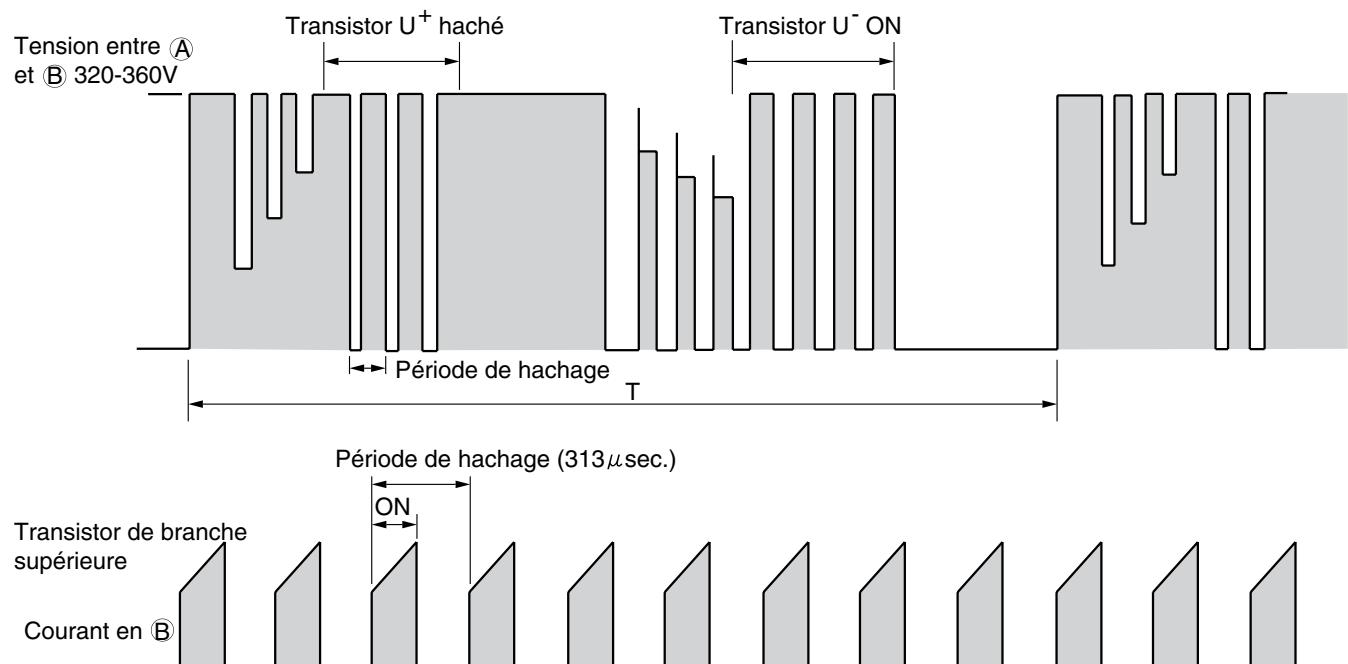

Fig. 3-3 Forme d'onde de la tension en chaque point
- La Fig. 3-3 représente la forme d'onde de la tension à chaque point dans les Fig. 3-1 et 3-4. La première moitié du bras supérieur est coupée et la deuxième est sur ON; la première moitié du bras inférieur est coupée et la deuxième est sur ON.
- Since current flows at point (B) only when U^+ transistor is ON, the current waveform at point (B) becomes intermittent waveform as shown in Fig. 3-3. Since current at point (B) is approximately proportional to the input current of the air conditioner, input current is controlled by using DC current (I_d) detection resistor.